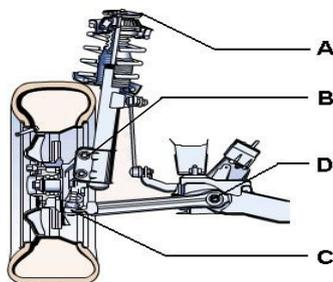

図 1-17 マクファーソン独立サスペンションの前輪キャンバー調整位置
- (1) マクファーソン独立サスペンションの前輪キャンバー調整位置は、一般的に次の位置にあります(図 1-17)。